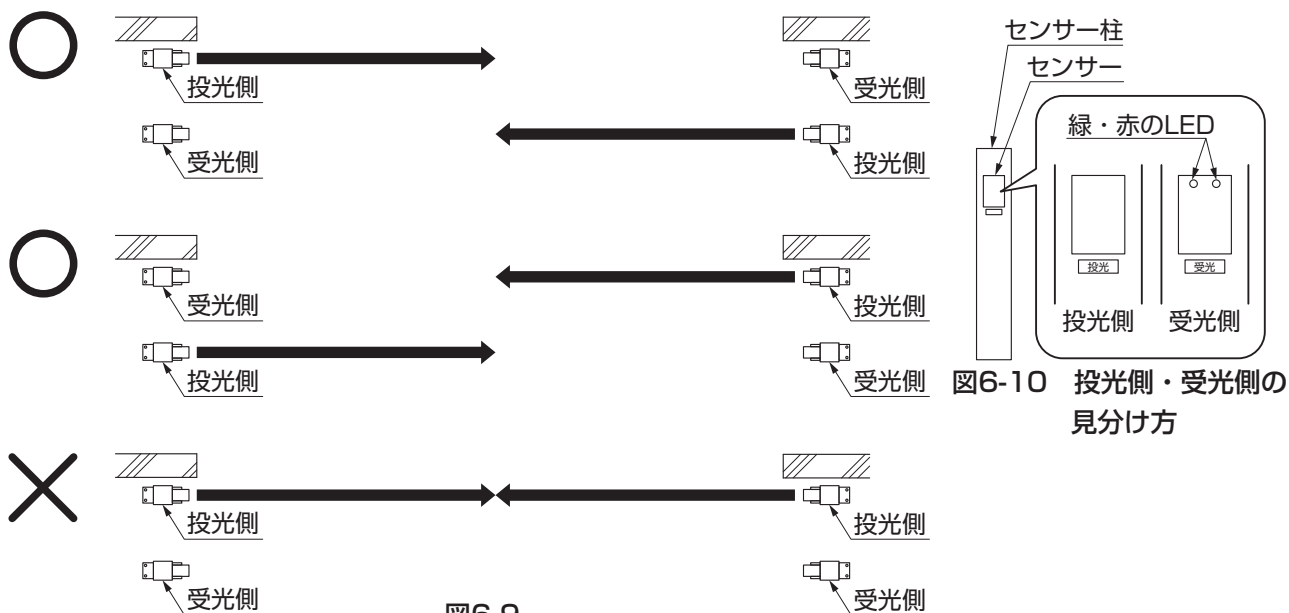

図6-9
①センサー柱の投光側と受光側が、交互になるように取付けてください。(図6-9参照)
- 図6-9は両開きの場合を示しています。片開きの場合、片側は戸当り柱になります。